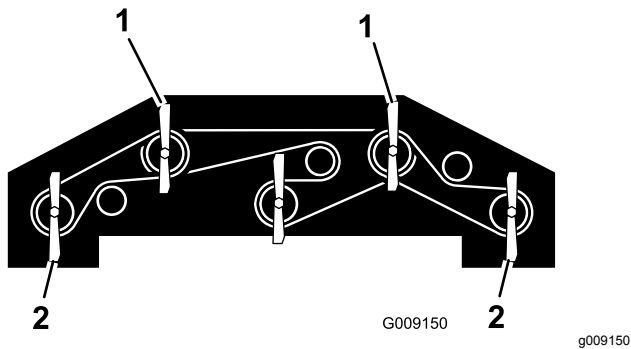

Figura 126
1. Gire las cuchillas hasta que estén orientadas directamente hacia adelante (Figura 126).